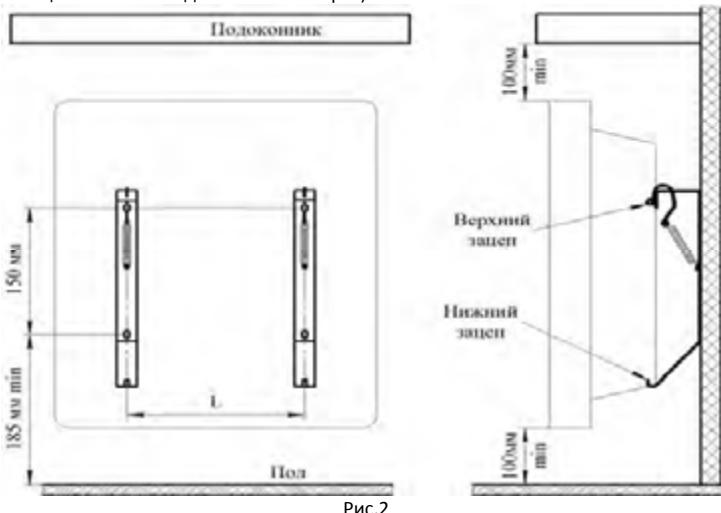

Рис.2
- закрепить кронштейны настенного крепления по координатам указанным на Рис.2, выдерживая минимальные расстояния: до пола -200 мм, окружающих предметов - по бокам 150 мм, над конвектором 500 мм.